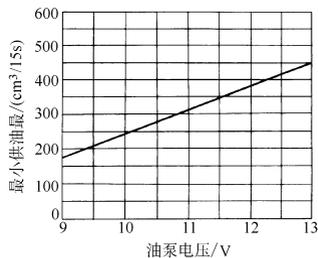

图1-17 供油量曲线
- ① 操纵摇控器15s(一直按住按钮)。
- ② 将供油量与图1-17进行比较。